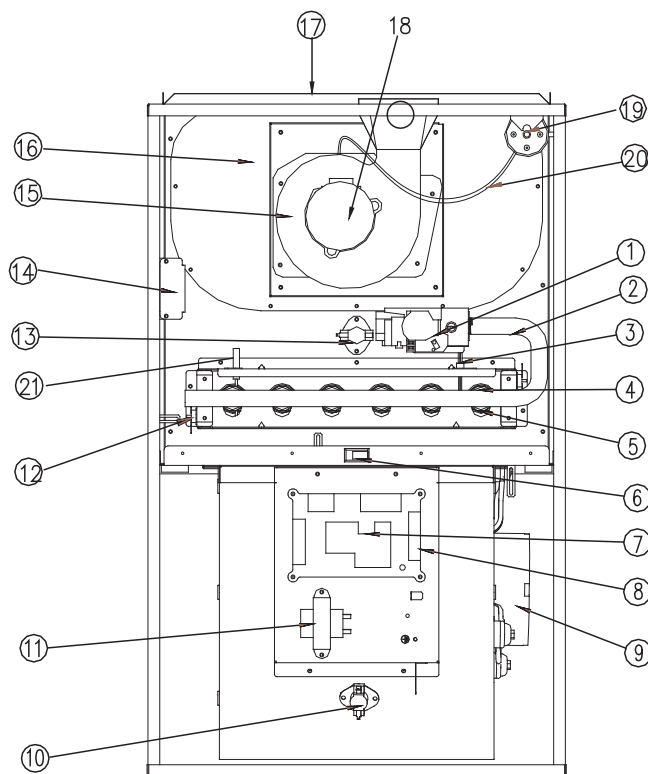

Fig . 35
- Las piezas están disponibles a través de su distribuidor. (Ver Fig. 35).